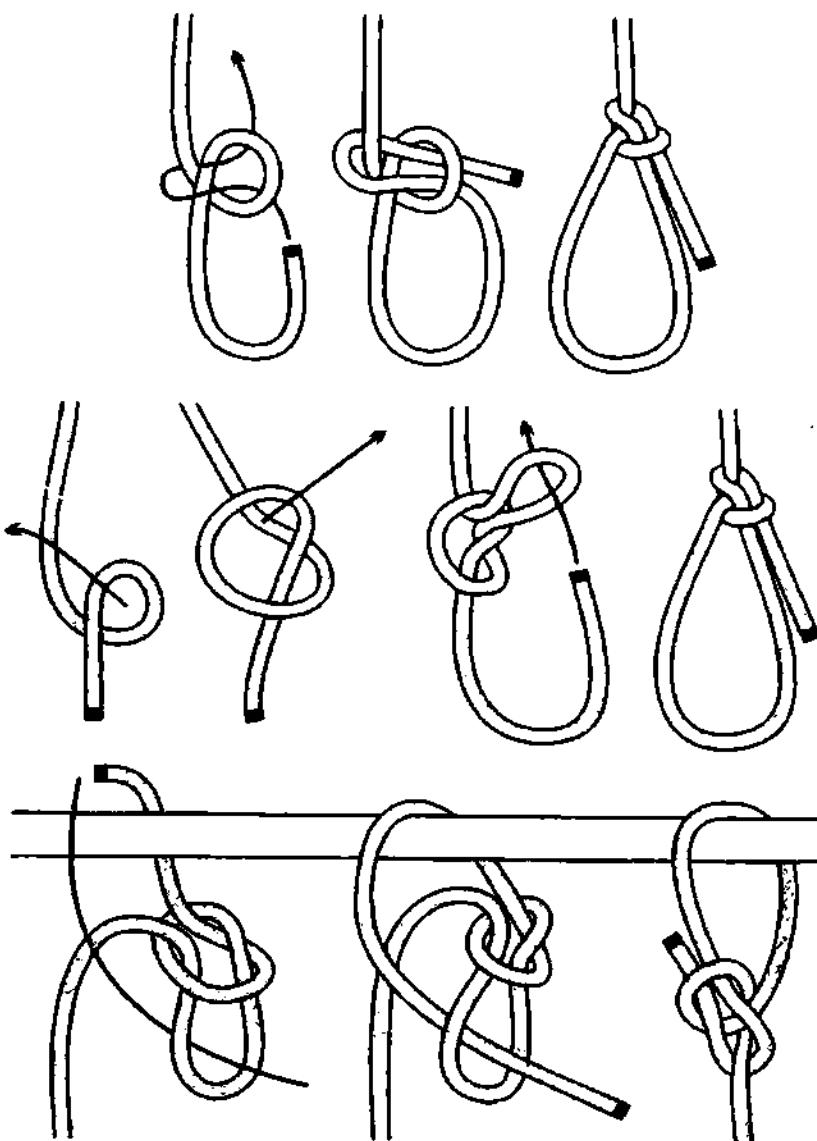

Рис. 302 Способы завязывания голландского беседочного узла.
**Голландский булинь** вяжется теми же способами, что и обычный **булинь**, но конец у него остаётся снаружи петли (рис. 302).